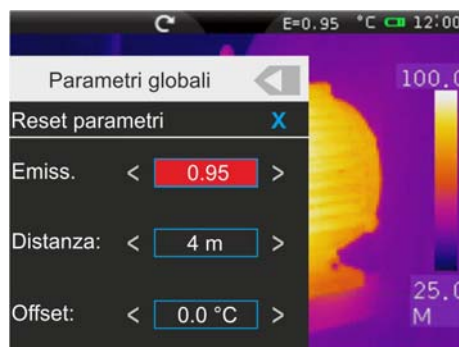

Fig. 36: Impostazioni Parametri globali
2. Impostare i valori dei parametri globali “Emissività”, “Distanza” e “Offset” (vedere § 5.2.2.5) relativi all’oggetto in misura toccando i campi relativi (vedere Fig. 36)